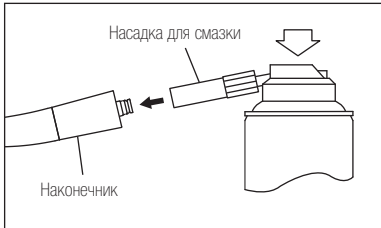

Рис. 9
- Вставьте насадку для спрея в заднюю часть наконечника. Крепко удерживайте наконечник при смазке и распыляйте спрей в течение 2-3 секунд, смазывайте, пока масло не будет выступать из выпускного канала головки, минимум 2 секунды (Рис. 9).
- Смажьте наконечник с применением спрея PANA SPRAY Plus (Рис. 9) или при помощи автоматической системы чистки и смазки наконечников от NSK.